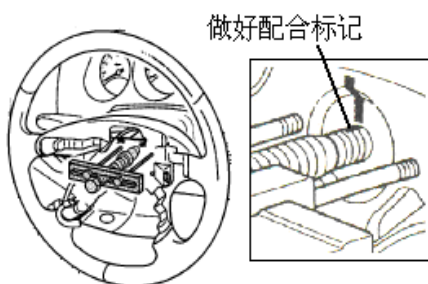

图5
(3) 在转向盘总成和转向管柱上段总成中转向轴上做好配合标记。
(4) 使用专用工具，拆下转向盘总成，如图5所示。